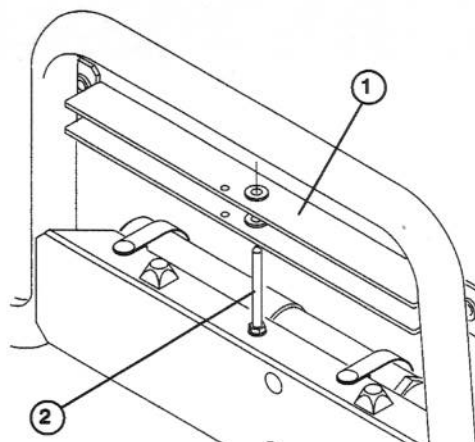

Figure 20
2. Sortir la béquille du goujon de rangement en haut du profilé de soutien de dossier du Workman (Fig. 20).